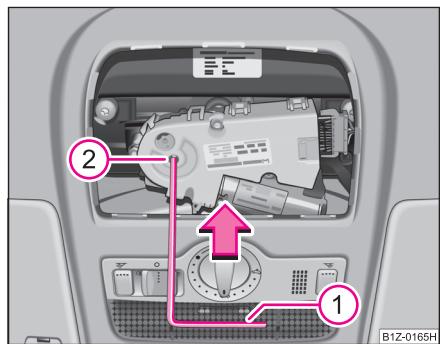

Fig. 33 Plafonul: Acționarea în caz de urgență
- Apăsați manivela ① până la limită în orificiul hexagonal ② ⇒ fig. 33.